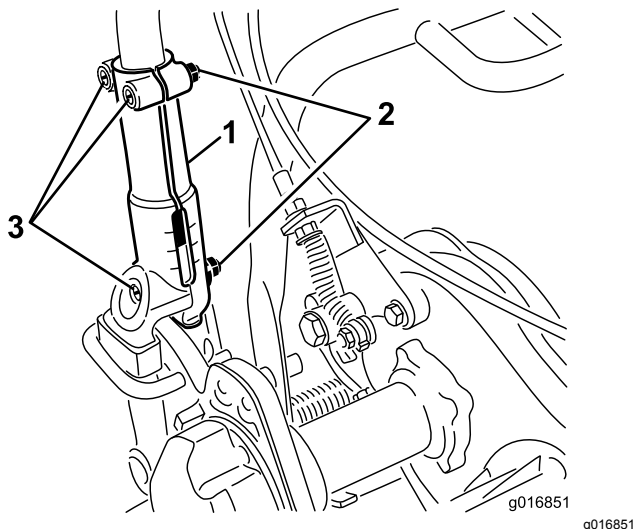

Bild 31
1. Lösen Sie die drei Schlossschrauben und Muttern, mit denen jede Seite des Holms in den Holmklemmen befestigt ist (Bild 31).